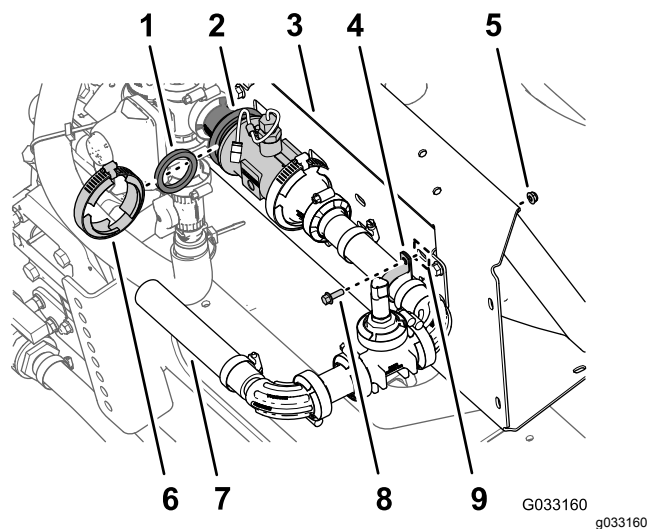

Figura 84
1. Alinee la junta (2-1/4") que retiró en el paso 3 de Retirada del tubo de conexión y el racor reductor (página 24) entre el caudalímetro y el racor reductor que está instalado en el lado derecho de la válvula maestra de control (Figura 84).
2. Ensamble provisionalmente la junta, el caudalímetro y el racor reductor (Figura 84) con una de las abrazaderas para bridas de 76 mm que retiró en los pasos 2 y 3 de Retirada del tubo de conexión y el racor reductor (página 24).
3. Sujete el transductor de presión y el distribuidor a la ranura del bastidor del distribuidor usando una abrazadera en R, un perno con arandela prensada (1/4 x 3/4") y una contratuerca con arandela prensada (1/4"), según se muestra en Figura 84.